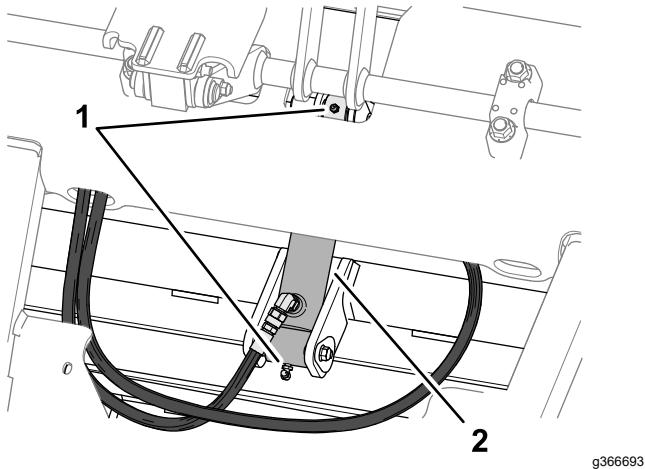

Figura 73
1. Retire el tapón de llenado de la tapa de la válvula (Figura 73) y vierta lentamente el 80 % aproximadamente de la cantidad especificada de aceite (2 litros/2,1 cuartos US) en el cuello de llenado de la tapa de válvulas.